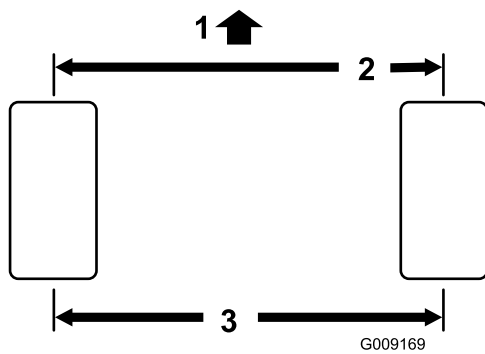

Bild 55
2. Messen Sie den Abstand vorne und hinten an den Lenkreifen Mitte-zu-Mitte (auf Achshöhe). **Bild 55**